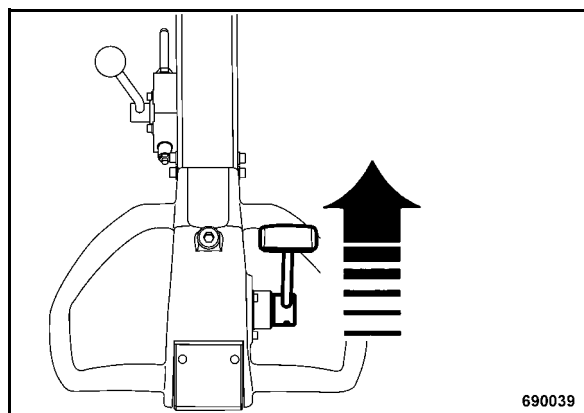

рис. 64
- Установить рычаг движения до упора в положении вперед (рис. 64).